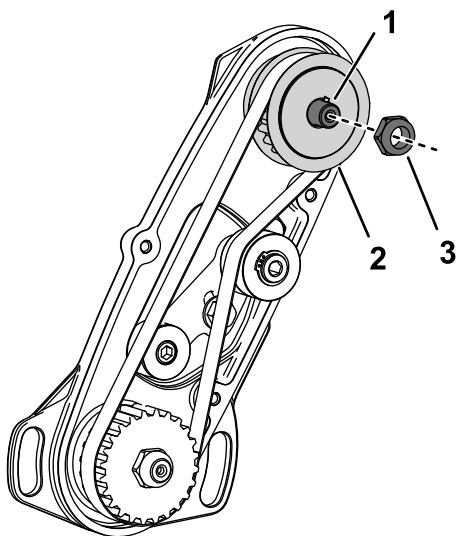

Figura 7
3. Mentre fissate la puleggia di trasmissione impedendone il movimento, togliete il dado dall'albero di trasmissione dei cilindri (Figura 7).